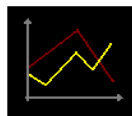

Рис. 4.8 Кнопка *Результаты*.
- нажать кнопку *Результаты* (рис. 4.8) в главном окне программы.